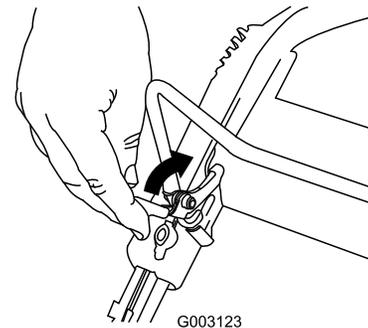

図 20
エンジンを止めるには、エンジン停止ボタン 図 20 をエンジンが停止するまで押し続けてください。
1. コントロールバーチカットのロックを手前に引く 図 20。